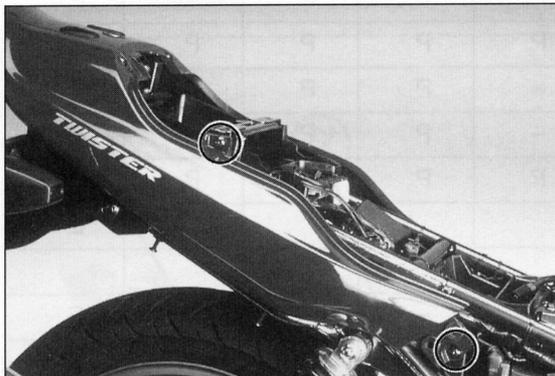

Bild 10
- Sechs Befestigungsschrauben ausdrehen (Bild 10), Heckverkleidung an vorderen Enden vorsichtig nach aussen aufweiten und nach hinten abziehen.